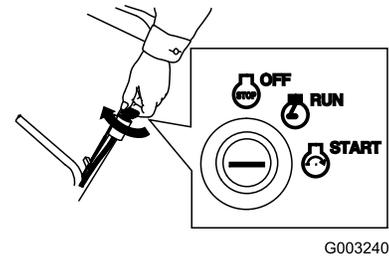

Bild 15
- Stellen Sie den Zündschlüssel auf die Anlass-Stellung, wenn der Motor startet, lassen Sie den Schlüssel los (Bild 15).